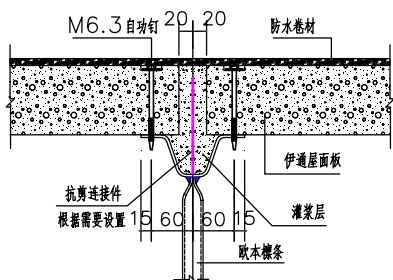

图7 伊通屋面板与欧本檩条连接大样
3.屋面板铺设安装完成后,需在欧本桁架上弦的间隙及板缝之间灌浆,有必要时可设置拉结钢筋,这样使得欧本檩条上弦和屋面板形成一个整体,整个屋面具有更好的受力性能,见图7。灌浆材料根据设计要求采用细石混凝土或水泥砂浆。灌浆完毕将屋面清理干净以备下道工序的进行。